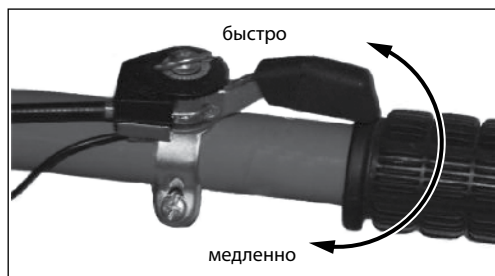

Рис. 13
1. Установите регулятор оборотов в положение «БЫСТРО» (рис. 13).
3. Установите регулятор оборотов в крайнее левое положение «МЕДЛЕННО» (рис. 13).
5. Установите обороты двигателя: при перемещении в крайнее правое положение обороты максимальные, в крайнее левое – минимальные (рис. 13).